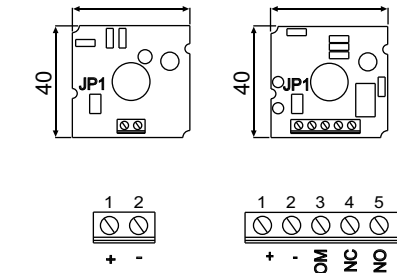

FIG. 2
- Infilare i cavi nell'apposita sede ed effettuare i collegamenti come da Fig. 2.